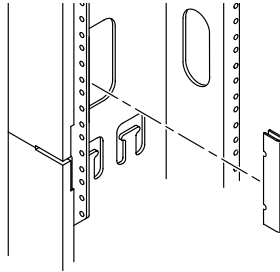

FIGURE 3-8 Installation des plaquettes de protection
2. Aligned l'encoche supérieure en forme de v de la plaquette de protection sur le numéro de perforation indiqué, puis appuyez fermement au centre de la plaquette jusqu'à ce qu'elle soit calée sur le bord de l'armoire (FIGURE 3-8).